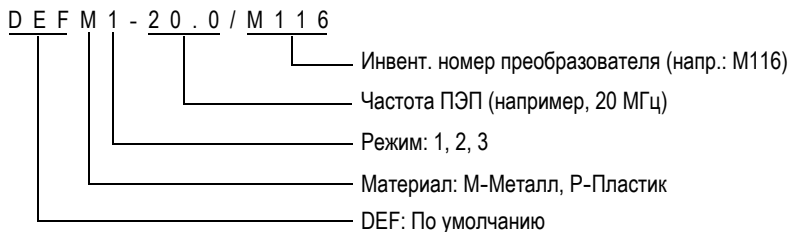

Рис. 5-3 Выбор настройки для одноэлементного ПЭП
- c) В окне ПО УМОЛЧ. для используемого типа преобразователя (см. Рис. 5-3 на стр. 65) в списке доступных настроек по умолчанию выберите настройку для используемого ПЭП.